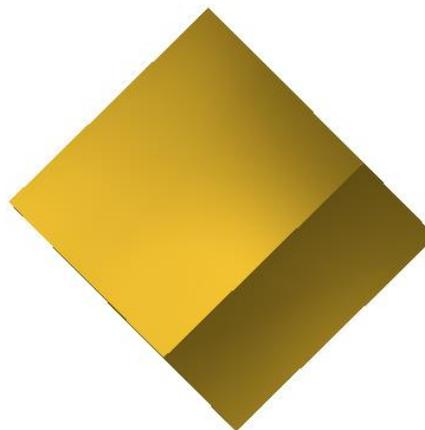

Рис. 4.17. Модель после изменения ее высоты
6. Модель примет вид, как на рис. 4.17 после нажатия кнопки «Обновить» , расположенной на панели быстрого доступа.